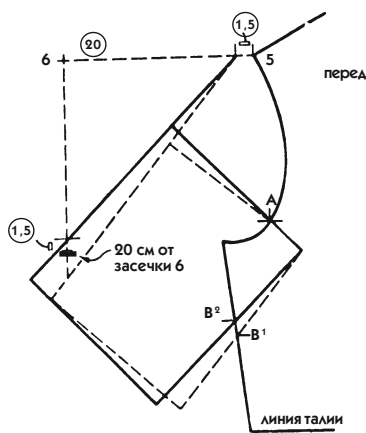

Рис. 696
2. Проведите на передке в соответствии с ранее данными объяснениями линию между засечками 5 и 6 длиной 20 см и сделайте маленькую засечку на расстоянии 1,5 см от засечки 5 (см. рис. 696).
3. Опустите перпендикуляр такой же длины (20 см) от засечки 6 (см. стрелку на рис. 696).
4. От последней засечки отложите вверх 1,5 см и отметьте точку, через которую проведите наклонную линию верхнего среза рукава по строгой диагонали (см. рис. 696).